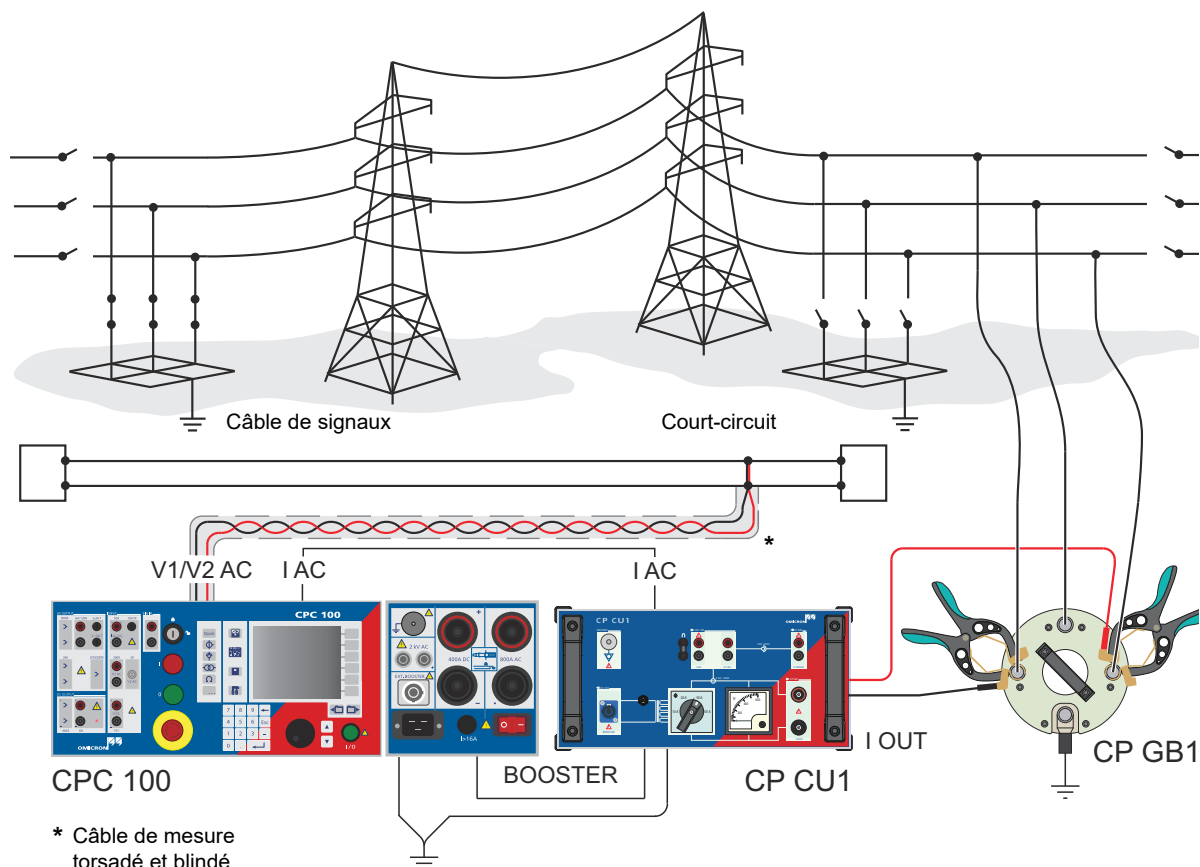

Figure 6-1: Montage de mesure du couplage entre lignes/câbles pour l'étalonnage ligne-ligne
5. Si la mesure est possible, réalisez le montage de mesure comme illustré à la figure 6-1 ci-dessous.
7. Court-circuitez le câble de mesure à l'extrémité, puis connectez-le au câble de signaux, comme illustré à la figure 6-1 ci-avant.